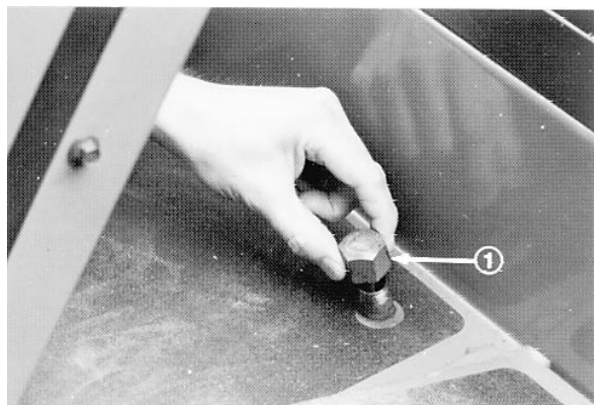

Bild 5
2. Entfernen Sie die Ölmeßstabkappe (vgl. Bild 5) aus dem Füllstutzen, und wischen Sie ihn sauber. Schrauben Sie die Ölmeßstabkappe handfest auf den Füllstutzen; entfernen Sie ihn, und prüfen Sie den Füllstand. Falls der Ölstand sich nicht innerhalb von 13 mm oberhalb der Kerbe im Meßstab befindet (vgl. Bild 5), muß Motoröl SAE 10W30 oder gegebenenfalls Automatikgetriebeöl zum Ausgleichen des Füllstands nachgefüllt werden. Nicht überfüllen.